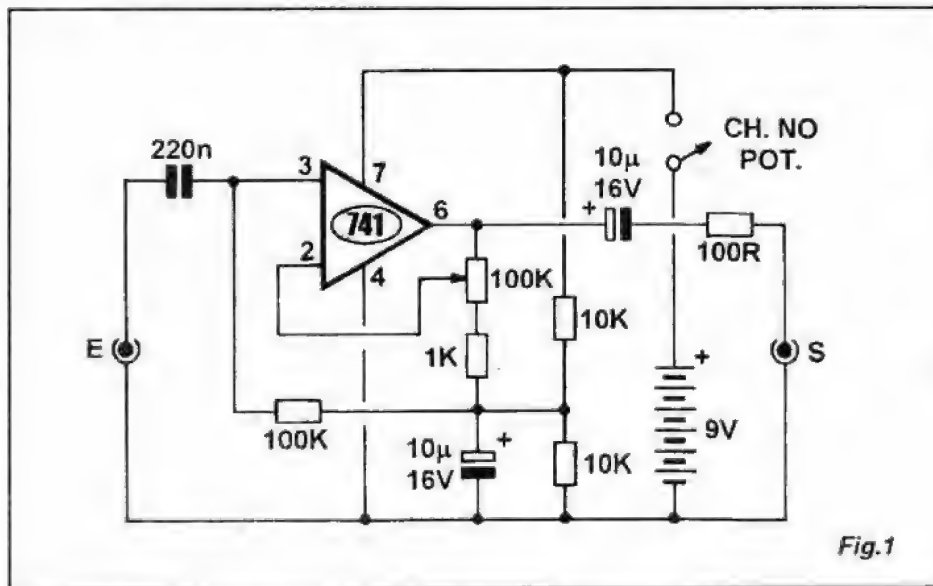

Fig.1
- FIG. 1 - DIAGRAMA ESQUEMÁTICO DO CIRCUITO - Como *potência* não é - obviamente - um requisito para a finalidade do circuito (é justamente disso que pretendemos *fugir*...), tornou-se possível manter excelente audibilidade a partir dos trabalhos de um modesto integrado 741 (barato e comum...), disposto em amplificador *não inversor* bastante convencional... Notar que os sinais de muito baixo nível, e impedância também baixa, provenientes da guitarra (captadores magnéticos são o padrão...) são aplicados à entrada *não inversora* (pino 3) via capacitor isolador de 220n, estando o dito pino de entrada pré-polarizado a *meia tensão* da alimentação geral, através do resistor de 100K que leva ao *nó* de dois resistores de 10K, dispostos em *totem* entre as linhas do **positivo e negativo** da alimentação de 9V... Com tal arranjo, simulamos uma alimentação em *split* garantindo boa simetria aos sinais, baixa distorção geral, mantendo os sinais amplificados em bom nível de fidelidade... Observar que o *nó* de *meia tensão* da alimentação é ainda desacoplado por um capacitor eletrolítico de 10u... O ganho (fator de amplificação) é dimensionado pela quantidade de realimentação aplicada ao pino 2 (entrada *inversora*...) do 741, parâmetro que é diretamente controlado pelo potenciômetro de 100K, *seriado* com